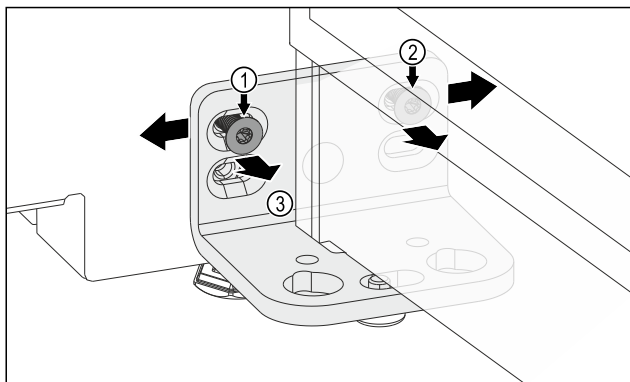

Fig. 13
- Allentare la vite Fig. 13 (1) e la vite Fig. 13 (2). Per la vite Fig. 13 (2) è necessario un cacciavite angolare corto.
- Spostare verso sinistra la porta con staffa angolare della cerniera Fig. 13 (3).
- Spostare verso destra la porta con staffa angolare della cerniera Fig. 13 (3).
- La posizione finale della porta è raggiunta: Stringere la vite Fig. 13 (1) e la vite Fig. 13 (2).